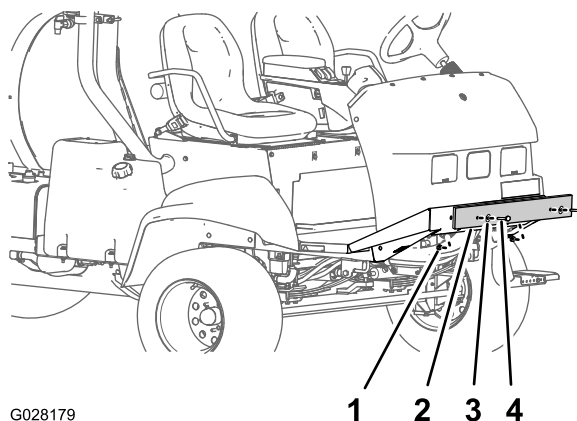

Figure 6
1. Enlevez les boulons, les rondelles et les écrous qui fixent l'amortisseur d'expédition à la plaque de châssis avant (Figure 6).
2. Déposez l'amortisseur d'expédition de la machine (Figure 6).